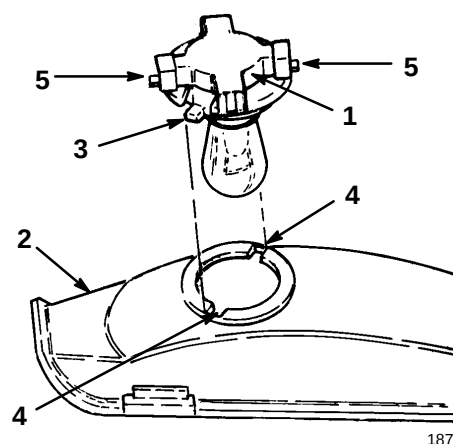

Abbildung 17
3. Die Birnenfassung um 1/4 Umdrehung im Gegenuhrzeigersinn drehen und aus dem Reflektor nehmen (Abb. 17).
- Die Birnenfassung hat zwei Zungen (Abb. 17). Die Zungen auf die Schlitzlöcher im Reflektor ausrichten, die Birnenfassung in den Reflektor einsetzen und im Uhrzeigersinn 1/4 Umdrehung bis zum Anschlag drehen.